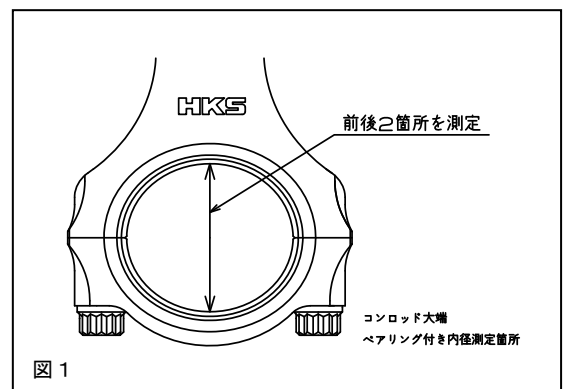

図 1
2. 2 図1のようにベアリングを入れた大端内径の上下方向をシリンダゲージ等で前後2ヶ所測定してください。（オイルクリアランスの計算には、小さい方の値を使用します。）